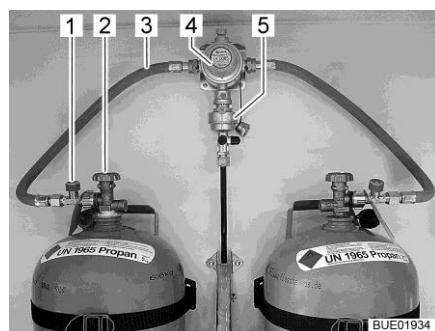
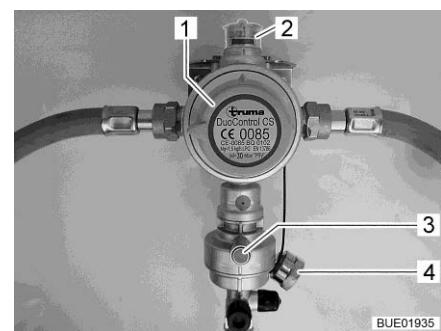

Fig. 122 Bombole del gas con DuoControl
Fig. 123 Impianto di regolazione DuoControl
L'impianto di regolazione DuoControl consiste in una valvola di commutazione (Fig. 122,4) e un sensore crash (Fig. 122,5). L'impianto di regolazione DuoControl è installato tra i tubi flessibili del gas (Fig. 122,3) con un dispositivo antirottura del tubo flessibile (Fig. 122,1). Con la manopola (Fig. 123,1) sulla valvola di commutazione è possibile stabilire quale delle bombole del gas viene utilizzata come bombola in uso e quale come bombola di riserva.
Nella finestra di controllo (Fig. 123,2) viene visualizzato lo stato del rifornimento di gas:
Il funzionamento con una sola bombola del gas è consentito, ma in questi casi il collegamento aperto deve essere assolutamente chiuso con una copertura cieca (Fig. 123,4).
Il sensore crash blocca l'alimentazione del gas in caso di forti vibrazioni (es. incidente). Il sensore crash viene azionato mediante pressione del tasto reset verde (Fig. 123,3).
Il dispositivo antirottura del tubo flessibile (Fig. 122,1) blocca il flusso di gas quando il tubo flessibile collegato si rompe. Il dispositivo antirottura del tubo flessibile deve essere attivato premendo il tasto verde.
Tramite la centralina di controllo (Fig. 124) è possibile attivare e disattivare l'alimentazione del gas tramite l'impianto di regolazione DuoControl. Le valvole principali di arresto (Fig. 122,2) delle bombole del gas e i rubinetti di arresto del gas degli apparecchi devono essere aperti manualmente.
- Con la manopola (Fig. 123,1) sulla valvola di commutazione selezionare la bombola del gas, da cui proviene la principale alimentazione del gas (bombola in uso). Girare la manopola fino all'arresto.
- Aprire le valvole principali di arresto (Fig. 122,2) delle bombole del gas.
- Premere il tasto verde del dispositivo antirottura del tubo flessibile (Fig. 122,1). Nella finestra di controllo (Fig. 123,2) viene visualizzato il simbolo verde.
- Chiudere le valvole principali di arresto (Fig. 122,2) delle bombole del gas.
Se la spia di controllo verde (Fig. 124,6) si spegne durante il funzionamento e la spia di controllo rossa (Fig. 124,5) si accende, significa che la bombola in uso è vuota e deve essere sostituita. Nella finestra di controllo (Fig. 123,2) viene visualizzato il simbolo rosso. La bombola di riserva continua ad alimentare le utenze a gas.
- Ruotare di mezzo giro la manopola (Fig. 123,1) in direzione della bombola del gas utilizzata. In questo modo questa bombola del gas ora è la bombola in uso, mentre la bombola del gas vuota diventa la bombola di riserva. Il simbolo nella finestra di controllo (Fig. 123,2) passa da rosso a verde.
- Chiudere la valvola principale di arresto (Fig. 122,2) della bombola del gas vuota. Osservare la direzione della freccia.
- Premere il tasto verde del dispositivo antirottura del tubo flessibile (Fig. 122,1).